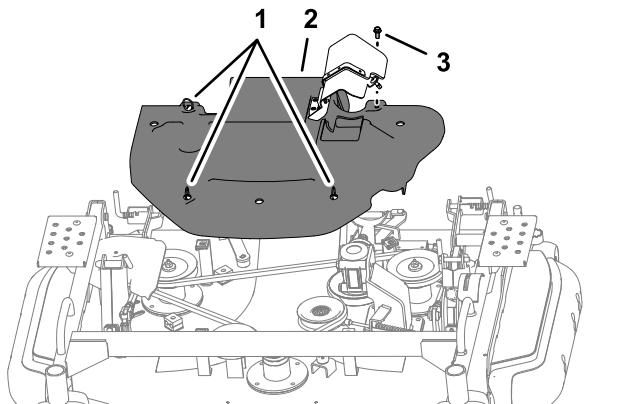

Figura 116
3. Instale el perno en la cubierta de la correa al clip de la tuerca de la carcasa de corte; consulte la Figura 116 en Retirada de la cubierta de la correa (página 82).
1. Gire las 3 fijaciones de cuarto de giro en sentido antihorario (Figura 116).
2. Afloje el perno (Figura 116).
1. Alinee las fijaciones de cuarto de giro de la cubierta de la correa con las tuercas de clip de la carcasa de corte; consulte la Figura 116 en Retirada de la cubierta de la correa (página 82).